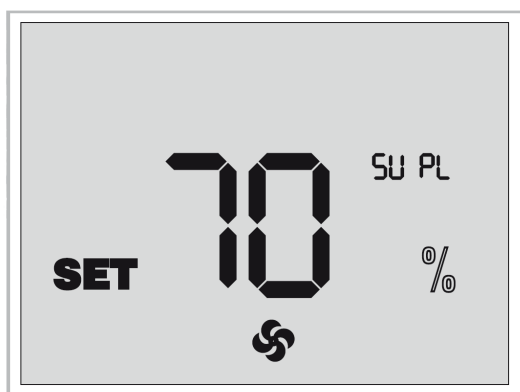

Fig 12. Instellingen ventilatorsnelheid
- Om het vermogen van de toevoerventilator aan te passen dient men op de toets te blijven drukken, druk dan op de toets om de snelheid te verhogen en de toets om te verminderen. Ieder keer dat je drukt op de of toetsen zal de snelheid met 1% verhogen of verminderen. Terwijl men op de toets drukt zal het bedieningspaneel de huidige snelheid tonen. (Fig. 12).